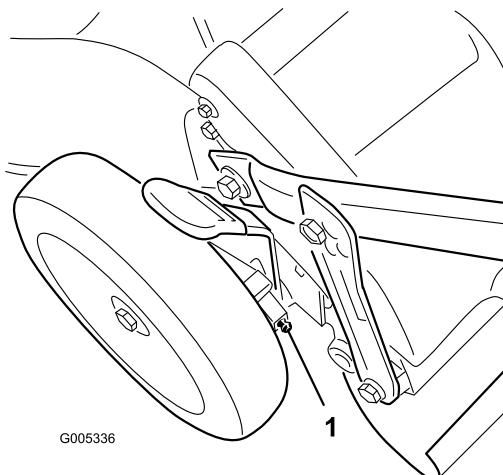

Figure 26
- Essuyez les graisseurs situés juste à l'intérieur des roues arrière avec un chiffon propre (Figure 26).